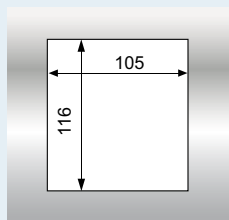

Рисунок 5:1
Панель оператора может быть установлена двумя вариантами (рисунок 5:1 и 5:2). В обоих случаях OP7 (1) можно легко отсоединить и использовать как переносной терминал (рисунок 5:3).